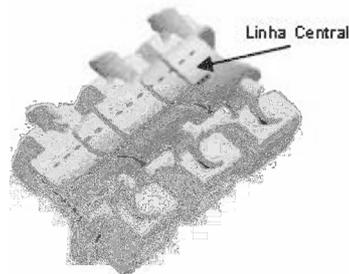

Fig.1
- 4mm lateral à linha central (Fig. 1).